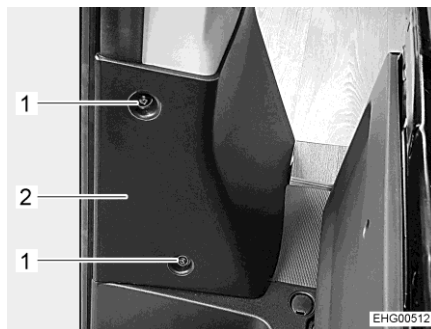
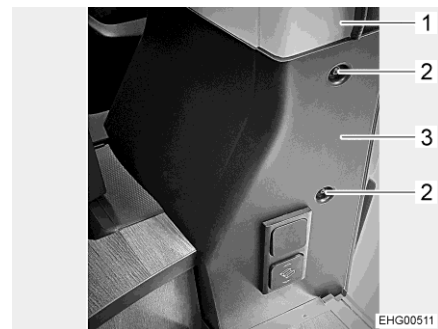

Bild 97 Skydd (sett från förarhytt-dörren)
Bild 98 Skydd (sett från skjutdörren)
- Skruva ur 2 skruvar (Bild 97,1) liksom 2 skruvar (Bild 98,2) och ta bort kåpan (Bild 97,2 och Bild 98,3) från B-stolpen (Bild 98,1).